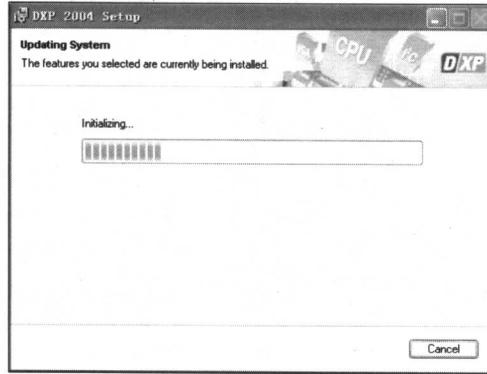

图 1-10 安装向导第 6 步
■步骤 12：现在安装的前期工作都已经准备好了，单击 **Next >** 按钮即可进入 Protel DXP 2004 的安装，此时系统弹出如图 1-10 所示的对话框。